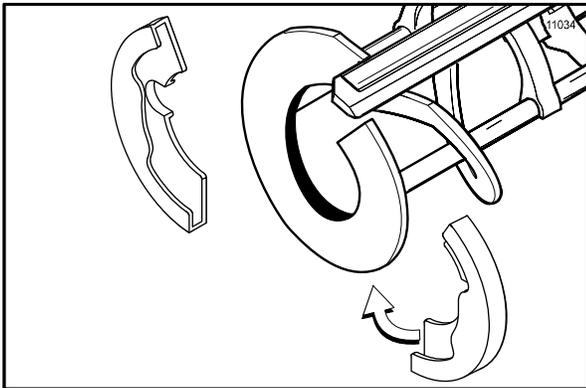

图 133
7. 如果刮刀护套状况良好，则安装刮刀护套。（见图 133。）